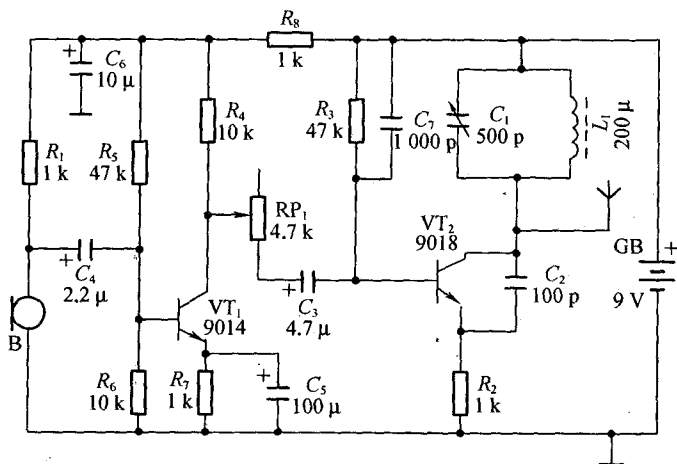

图 1-2 调幅音频发射电路
单元电原理图是电子产品整机电原理图中的一部分,并不单独成一张图。在一些书刊中,为了给分析某一单元电路的工作原理带来方便,将单元电路单独画成一张图纸。下面我们通过图 1-2 所示调幅音频发射电路图的例子,作进一步的说明。调幅音频发射电路其发射频率可在 500~1 600 kHz
之间调整, C_1 、 C_2 、 L_1 、 VT_2 组成调幅振荡器电路, 振荡频率可以通过调整 C_1 的电容量来调整。音频信号经过 VT_1 及其外围元件组成的放大电路放大后, 再经过 RP_1 、 C_3 耦合到 VT_2 基极, 与 VT_2 振荡器产生的载波叠加在一起后通过发射天线将音频信号发射出去。发射天线可以用一根 1 m 左右的金属导线代替, 元器件参数见图 1-2。
(1) 图形符号 图形符号是构成电路图的主体。在图 1-2 所示图中, 各种图形符号代表了组成调幅音频发射电路的各个元器件。例如, 小长方形“ $\square$ ”表示电阻器, 两道短杠“ $\perp$ ”表示电容器, 连续的半圆形“ $\sim$ ”表示电感器等。各个元器件图形符号之间用连线连接起来, 就可以反映出调幅音频发射电路的结构, 即构成了调幅音频发射电路的电路图。
(2) 文字符号 文字符号是构成电路图的重要组成部分。为了进一步强调图形符号的性质, 同时也为了分析、理解和阐述电路图的方便, 在各个元器件的图形符号旁, 标注有该元器件的文字符号。例如在图 1-2 所示图中, 文字符号“R”表示电阻器, “C”表示电容器, “L”表示电感器, “VT”表示晶体管等。在一张电路图中, 相同的元器件往往会有许多个, 这也需要用文字符号将它们加以区别, 一般是在该元器件文字符号的后面加上序号。例如在图 1-2 中, 电阻器分别以“ R_1 ”、“ R_2 ”等表示, 电容器分别标注为“ C_1 ”、“ C_2 ”、“ C_3 ”等, 晶体管有两个, 分别标注为“ VT_1 ”、“ VT_2 ”。
(3) 注释性字符 注释性字符用来说明元器件的数值大小或者具体型号, 通常标注在图形和文字符号旁, 它也是构成电路图的重要组成部分。例如图 1-2 所示图中, 通过注释性字符即可以知道: 电阻器 R_1 的阻值为 1 k Ω , R_2 的阻值为 1 k Ω ; 电容器 C_1 的电容量为 500 pF, C_2 的电容量为 100 pF, C_3 的电容量为 4.7 μ F; 晶体管 VT_1 、 VT_2 的型号分别为 9014、9018 等。注释性字